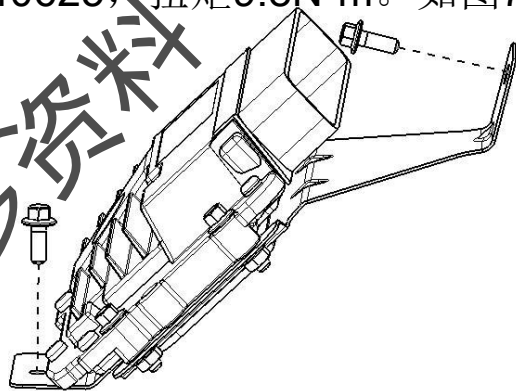

图7-4 维修步骤2
- 用套筒旋出2个固定螺栓Q1840616，扭矩9.8N·m。如图7-4 维修步骤2